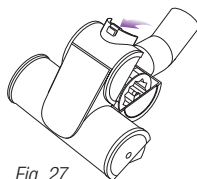

Fig. 27
- 1** Faites glisser le levier de verrouillage (a) vers l'avant et inclinez doucement le capot de la brosse vers le haut afin de le retirer. **(Fig. 27)**